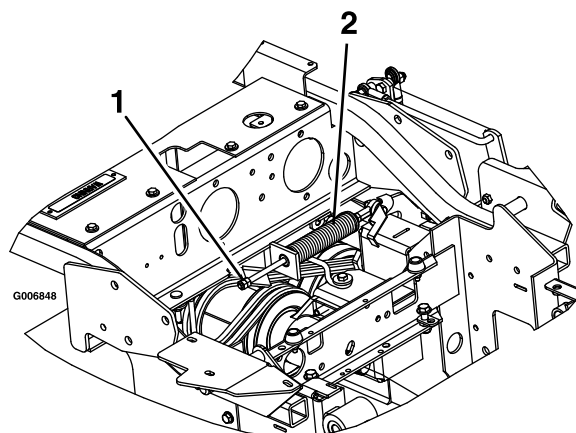

Figure 56
3. Localisez le ressort de frein et vissez les deux écrous de blocage au bout de la tige du ressort (Figure 56).